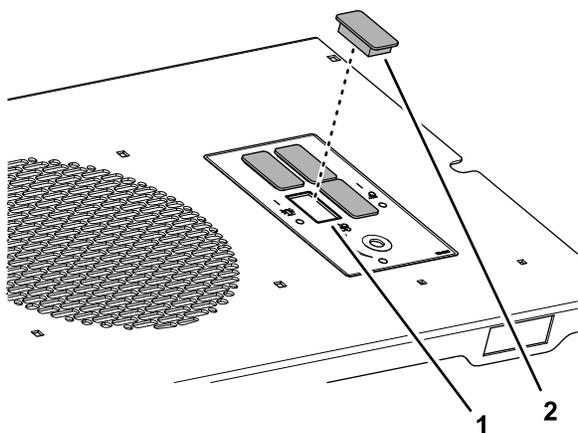

Рисунок 4
1. Совместите заглушку с прямоугольными отверстиями на панели переключателей (Рисунок 4).
2. Вставьте заглушку в отверстие до щелчка, свидетельствующего о надежной фиксации заглушки в панели (Рисунок 4).
3. Повторите действия, описанные в пунктах 1 и 2, для остальных 3 заглушек (Рисунок 4).